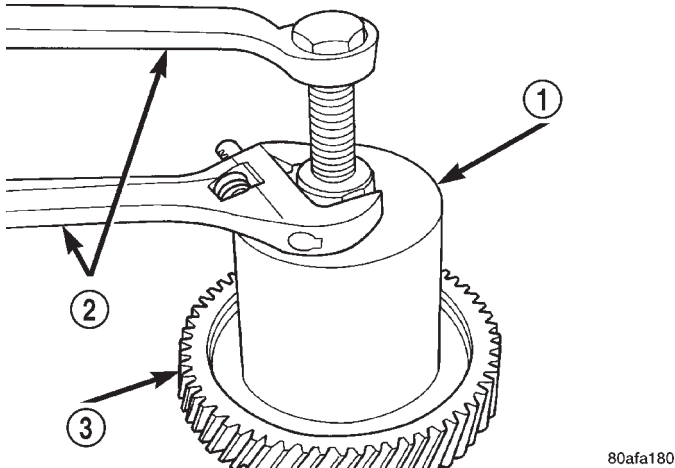

Fig. 63 Desmontaje del cono del cojinete
(54) Utilice las herramientas que muestra la (Fig. 63) para retirar el cono del cojinete del engranaje transmisor.